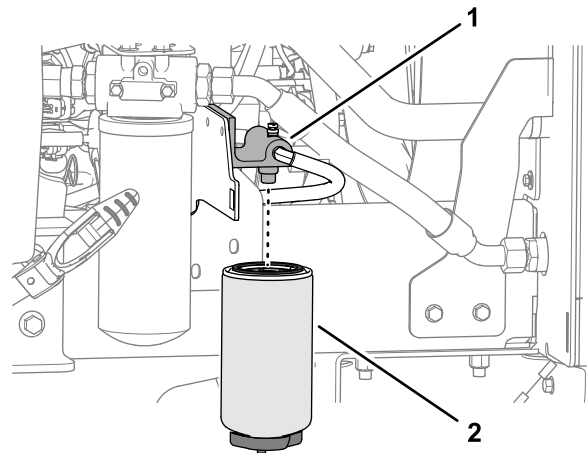

Bild 59
1. Stellen Sie einen sauberen Behälter unter die Kraftstofffilterglocke (Bild 59).
3. Reinigen Sie den Bereich um den Kraftstofffilter und den Kraftstofffilterkopf (Bild 59).
4. Entfernen Sie die Filterglocke und reinigen Sie den Filterkopf (Bild 59).